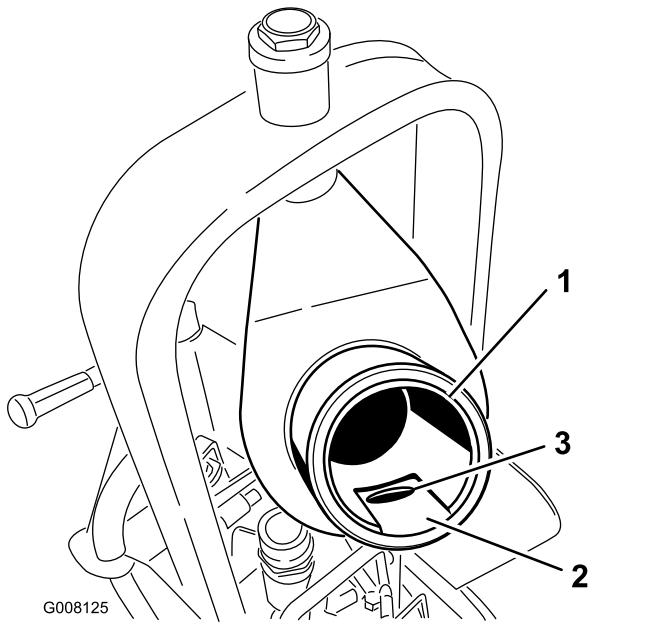

**Figura 16**
13. Inserite la pompa nel telaio e fatela scivolare in avanti, finché la linguetta di tenuta va a posizionarsi nelle scanalature della pompa (Figura 16).